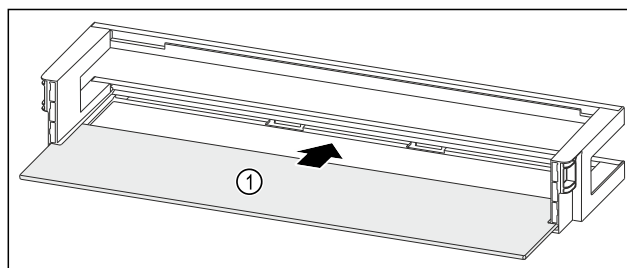

Fig. 150 Balconcino controporta con ripiano
- ▶ Inserire il ripiano Fig. 150 (1) negli incavi laterali.